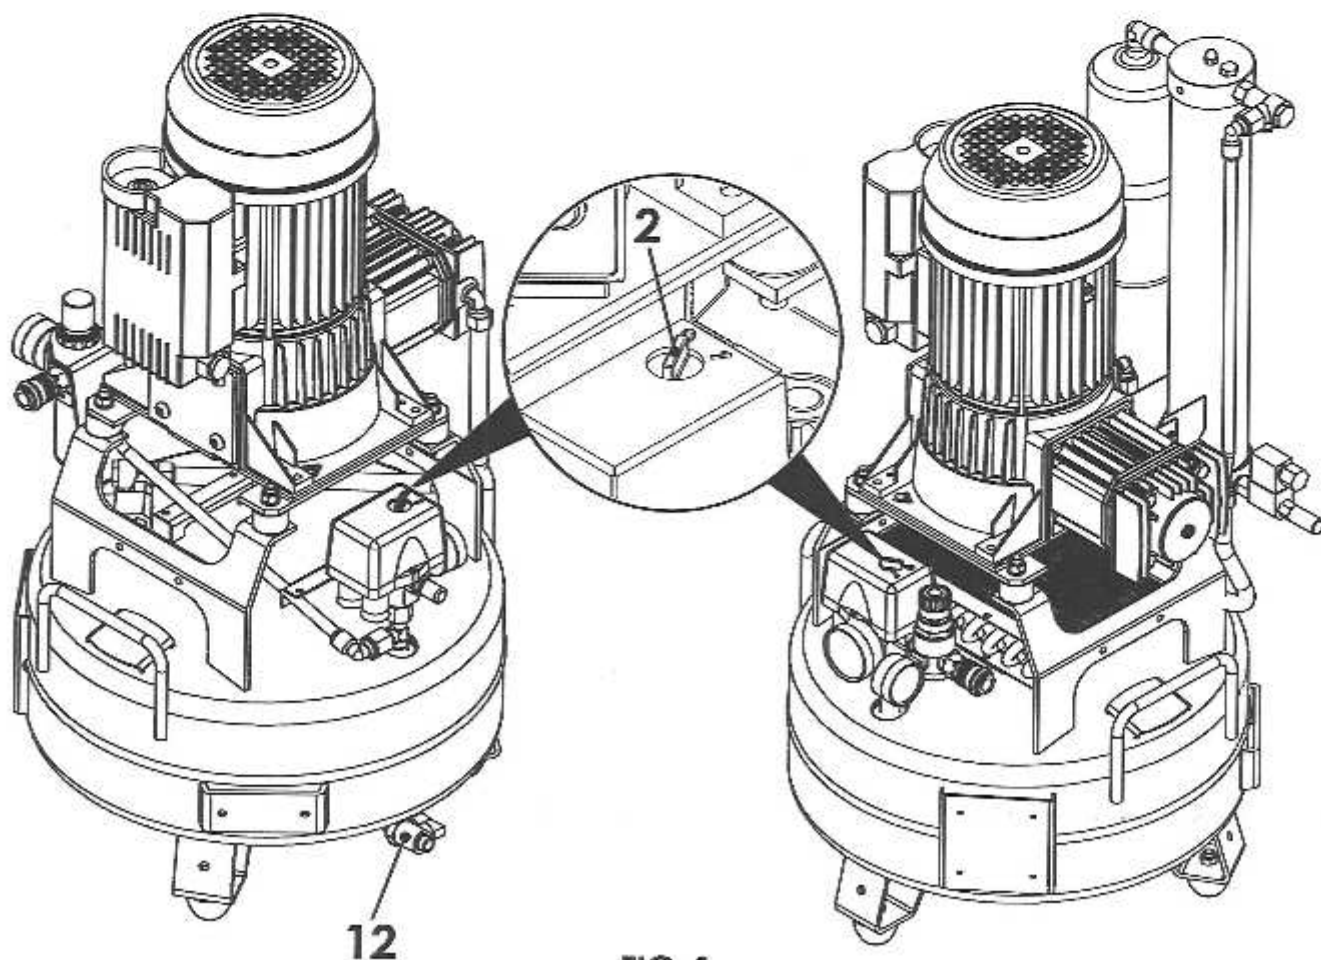

FIG. 1
4	Assicurarsi che l'interruttore "ON (I)-OFF (0)" sia in pos. "OFF (0)" (FIG. 1-Rif.2). Asegúrese de que el interruptor "ON (I)-OFF (0)" esté en pos. "OFF (0)" (FIG. 1-Ref.2).
5	Assicurarsi che la valvola di scarico condensa sia chiusa (FIG. 1 - Rif. 12). Asegúrese de que la válvula de descarga condensación está cerrada (FIG. 1 - Ref. 12).
Accendere la macchina portando l'interruttore "ON (I) - OFF (O)" (FIG. 1 - Rif. 2) in pos. "ON (I)" (la macchina funziona fino a raggiungere la pressione max. di esercizio di 8 bar dopodiché si arresta automaticamente).